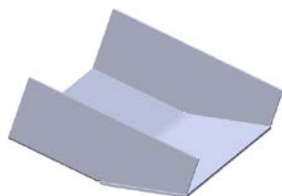
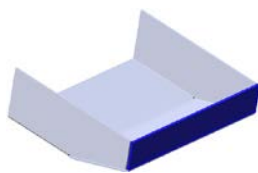

图 9.22 折叠 1
图 9.23 边线一法兰 2
Step8. 创建图 9.22 所示的钣金特征——折叠 1。
- (1) 选择命令。选择下拉菜单 **插入(I)** → **钣金(B)** → **折叠(F)...** 命令（或单击“钣金”工具栏上的“折叠”按钮 ），系统弹出“折叠”对话框。
- (2) 定义固定面。选取展开 1 特征的固定面为固定面。
- (3) 定义折叠的折弯特征。在“折叠”对话框中单击 **收集所有折弯(A)** 按钮，系统将模型中所有可折叠的折弯特征显示在 **要折叠的折弯:** 列表框中。
- (4) 单击 按钮，完成折叠 1 的创建。
Step9. 创建图 9.23 所示的钣金特征——边线一法兰 2。